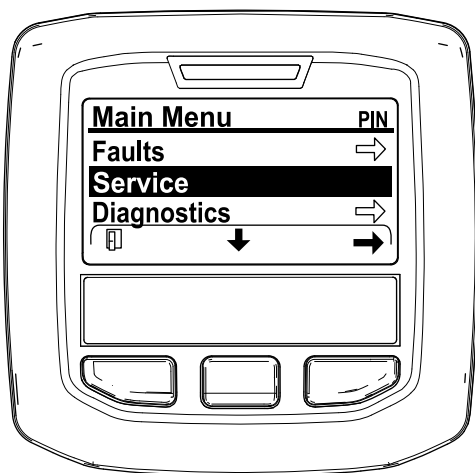

Bild 32
2. Navigieren Sie auf das HAUPTMENÜ, drücken Sie die mittlere Taste, um auf das Menü SERVICE zu navigieren; drücken Sie die rechte Taste, um die Option SERVICE auszuwählen (Bild 32).